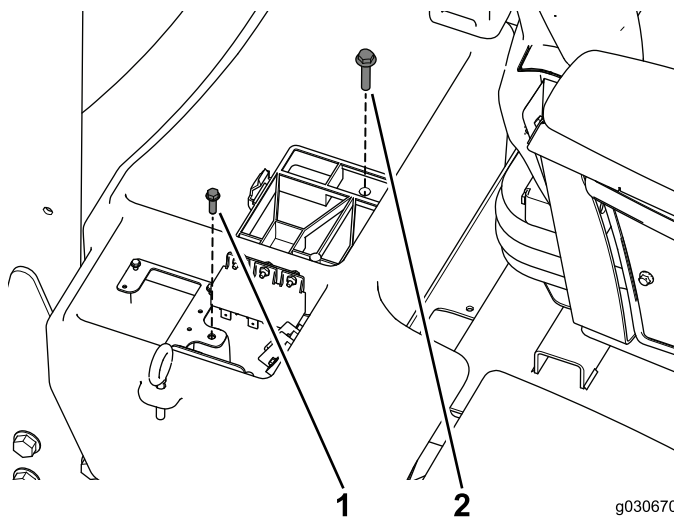

Figure 3
4. Retirez la vis de fixation de la plaque du faisceau et le boulon de fixation du compartiment de la batterie (Figure 3) et mettez-les de côté.